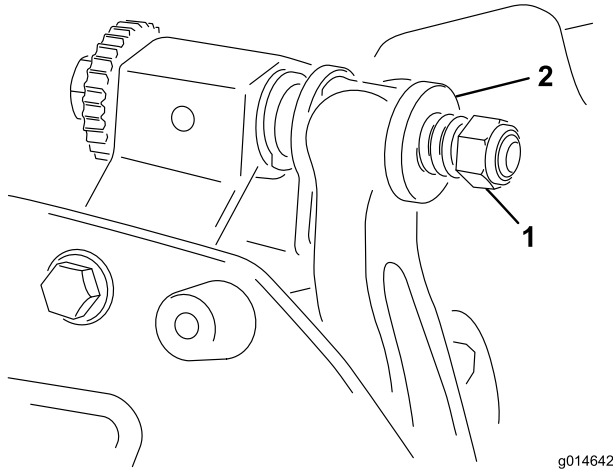

Figura 16
4. Apriete la tuerca de tensado del muelle hasta que el muelle esté comprimido del todo, luego aflójela 1/2 vuelta (Figura 16).